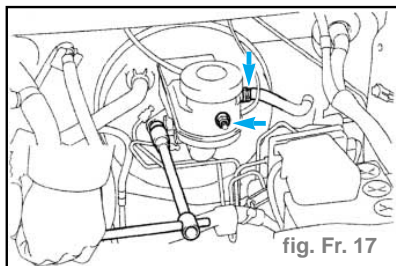

fig. Fr. 17
- Déposer les deux écrous de montage, puis sortir l'attache, le maître-cylindre et le joint. (fig. Fr. 17)